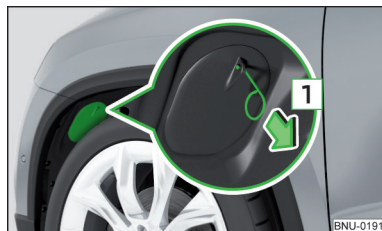

Fig. 350
- › Ajustar las ruedas delanteras de la manera, que la tapa correspondiente de la rueda es accesible » fig. 350.
- › Colocar y presionar la cubierta en la apertura correspondiente » fig. 350. La cubierta deberá enclavarse de modo seguro.